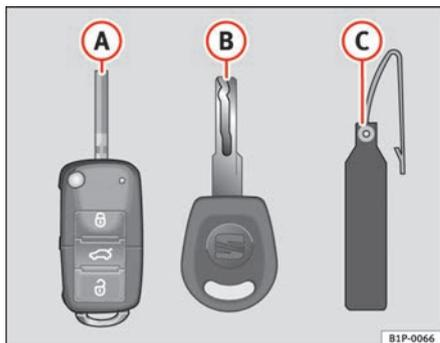

Fig. 63 Jeu de clés
- une clé avec radiocommande ⇒ fig. 63 A) avec panneton escamotable,
Un double de clé ne peut être réalisé qu'à l'aide du numéro de clé figurant sur la languette en matière plastique ⇒ fig. 63 B). C'est pourquoi :
- Utilisez les deux clés livrées avec le véhicule ⇒ page 103, fig. 63, la clé pourvue d'une radiocommande  et la clé conventionnelle .